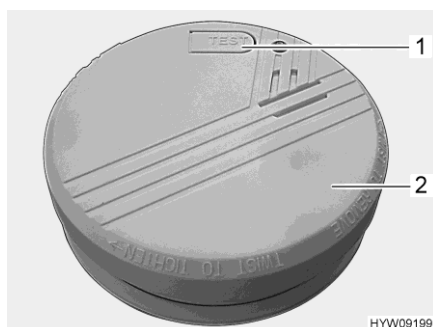

Fig. 54 Detector de humo
- Pulsar la tecla de prueba (Fig. 54,1) en el detector de humo (Fig. 54,2) hasta que suene el tono de alarma. El tono de alarma se dejará de sonar después de soltar la tecla de prueba.